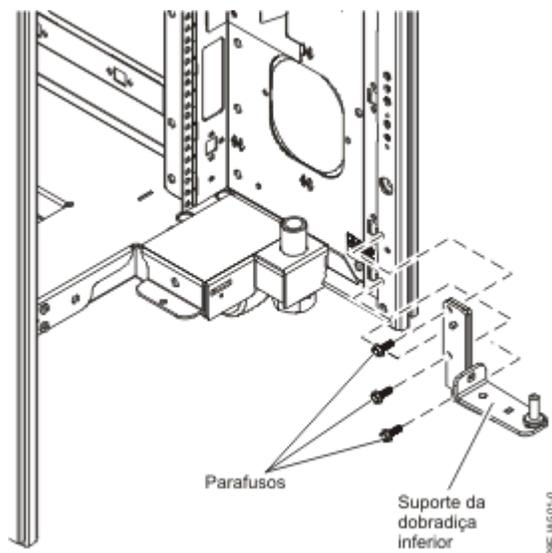

Figura 104. Instalar a dobradiça inferior
- a. Adicione três porcas de mola M6 ao bastidor, conforme apresentado na Figura 104 na página 153.
- b. Instale o suporte da dobradiça inferior ao apertar os parafusos superior e inferior M6x20 (PN 01KL839), conforme apresentado na Figura 104 na página 153. Utilize uma chave de fendas para apertar os parafusos para $2,5 \text{ Nm} \pm 0,2 \text{ Nm}$ ($22,1 \text{ inch lbs} \pm 1,8 \text{ lbs}$).